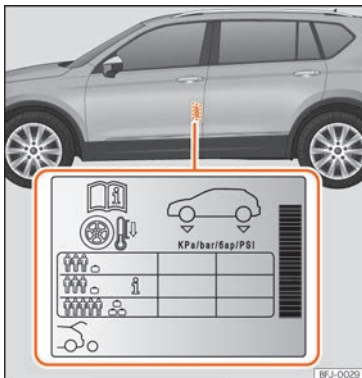

Abb. 250 Einbauort des Aufklebers für den Reifenfülldruck.
- Passen Sie bei größerer Zuladung den Reifenfülldruck entsprechend an »» **Abb. 250**.
Die Angaben zum Reifenfülldruck befinden sich auf einem Aufkleber an der B-Säule der Fahrertür »» **Abb. 250**.
Je nach Fahrzeug kann der Reifenfülldruck auf halbe Last eingestellt werden, um den Fahrkomfort zu verbessern (Reifenfülldruck **i** »» **Abb. 250**). Beim Fahren mit Komfort-Reifenfülldruck kann sich der Kraftstoffverbrauch leicht erhöhen.
Der Reifenfülldruck muss der aktuellen Fahrzeugbelastung angepasst werden. Wenn das Fahrzeug voll beladen werden soll, muss der Reifenfülldruck entsprechend dem auf dem Reifenfülldruck-Aufkleber »» **Abb. 250** angegebenen maximalen Wert erhöht werden.
Füllen Sie bei einem minimierten Notrad (125/70 R18) auf einen Druck von 4,2 bar, gemäß Angabe auf dem Aufkleber mit den Reifenfülldruckwerten »» **Abb. 250**.
»» Abb. 250.
- Immer den richtigen Reifenfülldruck am kalten Reifen einhalten, wie auf dem Aufkleber angegeben »» Abb. 250.